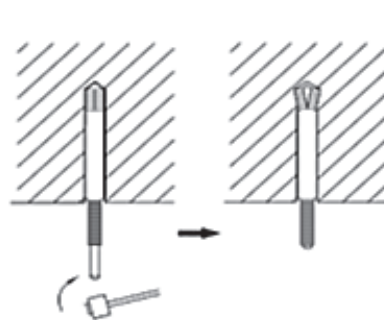

Рис. 7
- (3) Вставьте анкерные болты в отверстия; молотком полностью забейте анкер. (рис. 7)